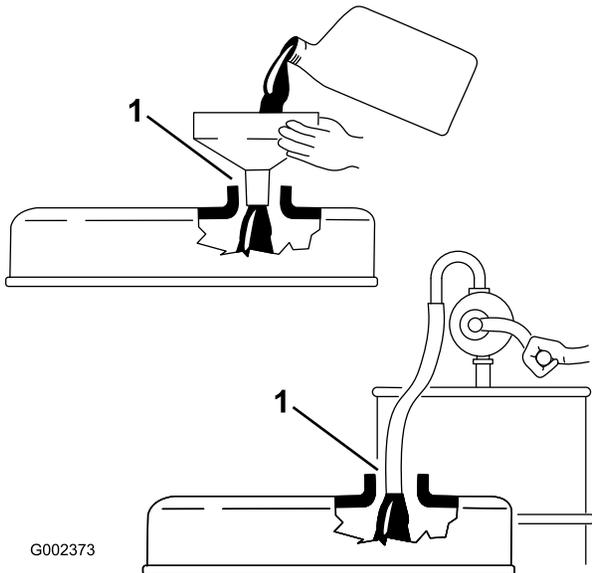

Figura 24
**Importante:** Asegúrese de que la varilla está retirada mientras se llena de aceite el motor. Al añadir aceite de motor o al cambiar el aceite, *debe* haber holgura entre el dispositivo de llenado de aceite y el orificio de llenado de la tapa de las válvulas, según se muestra en Figura 24. Esta holgura es necesaria para permitir la ventilación durante el llenado, lo cual evita que el aceite se derrame sobre el respiradero.